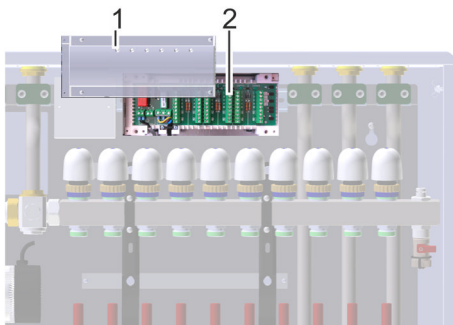

Abb. 72: Stellantriebe anschließen
- 6.** ▶ 4 Schrauben lösen und Deckel (Abb. 72/1) des Anschlussmoduls entfernen.
- 7.** ▶ Raumthermostate gemäß Schaltplan an das Anschlussmodul (Abb. 72/2) anschließen.
- 8.** ▶ Stellantriebe gemäß Schaltplan an das Anschlussmodul (Abb. 72/2) anschließen.
- 10.** ▶ Deckel (Abb. 72/1) auf das Anschlussmodul setzen und mit 4 Schrauben festdrehen.